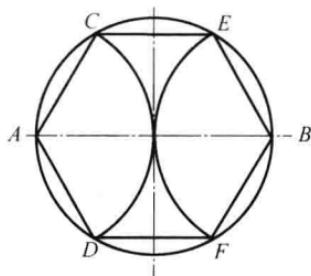

图 1-2 正六边形画法
(1) 六等分圆周 如图 1-2 所示, 分别以  $A$ 、 $B$  两点为圆心, 以已知圆的半径为半径画弧, 与已知圆交于  $C$ 、 $D$ 、 $E$ 、 $F$ ——六等分完成 (图中还画出了圆的内接正六边形)。